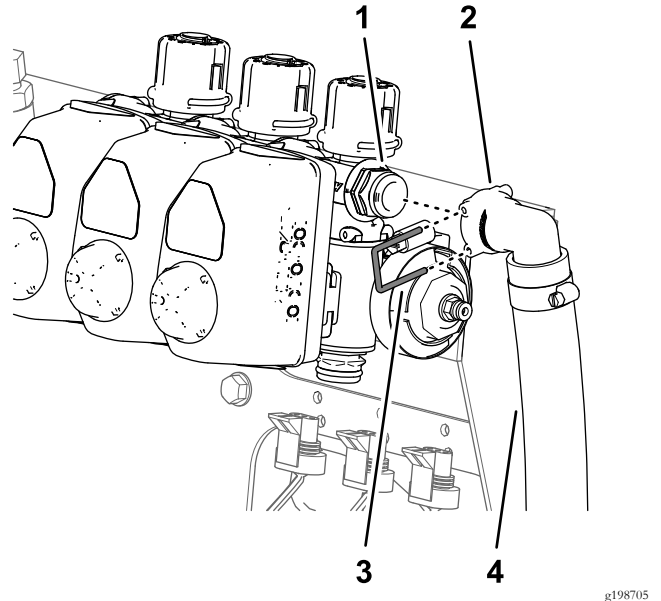

图59
- 对于不带可选手喷枪杆套件或可选电动软管卷套件的机器卸下将旁通软管的快速断开接头固定至右喷洒段旁通阀快速断开接头的小卡环 图59。